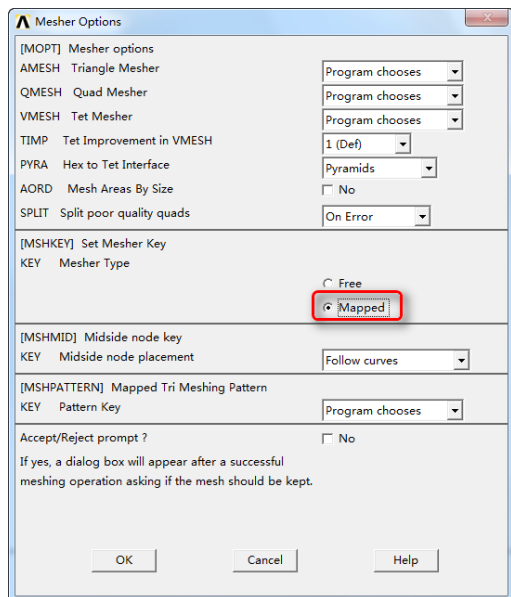
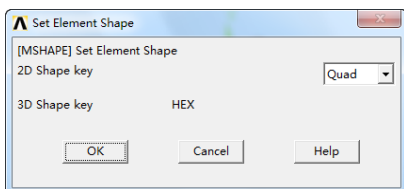

图 10-22 “Mesher Options”对话框
图 10-23 “Set Element Shape”对话框
⑩设置单元划分类型：Main Menu > Preprocessor > Meshing > Mesher Opts，弹出如图 10-22 所示的“Mesher Options”对话框，在“KEY Mesher Type”单选项中选中“Mapped”，单击“OK”按钮，又弹出如图 10-23 所示的“Set Element Shape”对话框，不用改变设置，单击“OK”按钮。